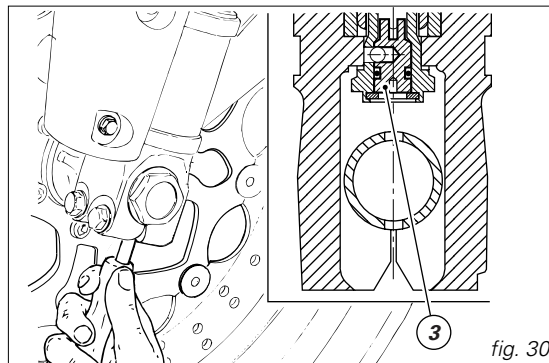

fig. 30
- 3) (fig. 30) para modificar el freno hidráulico en compresión.
Para actuar en el registro (3, fig. 30) introducir un destornillador a través del agujero pasante en el perno rueda en correspondencia del eje barra horquilla.